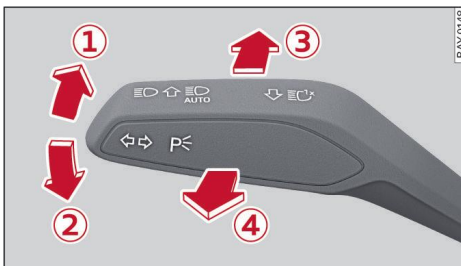

Fig. 36 Palanca de accionamiento: Conectar y desconectar las funciones de las luces
- Para activar el sistema de asistencia para luz de carretera, pulse la palanca hacia delante ③ ⇒ *pág. 63, fig. 36*. El testigo  en la pantalla del cuadro de instrumentos se enciende y la luz de carretera pasa a encenderse o apagarse automáticamente. El testigo  se ilumina si la luz de carretera se ha conectado subsidiariamente en parte o del todo.
- Para activar la luz de carretera manualmente, pulse la palanca hacia adelante ③ ⇒ *pág. 63, fig. 36*. El testigo  se enciende.
- Para desactivar la luz de carretera manualmente, desplace la palanca hacia atrás ④ ⇒ *pág. 63, fig. 36*. El sistema de asistencia para luz de carretera está desactivado.
- Para accionar la luz de ráfagas, tire de la palanca hacia atrás ④ ⇒ *pág. 63, fig. 36*. Si la luz de carretera no se ha conectado subsidiariamente,